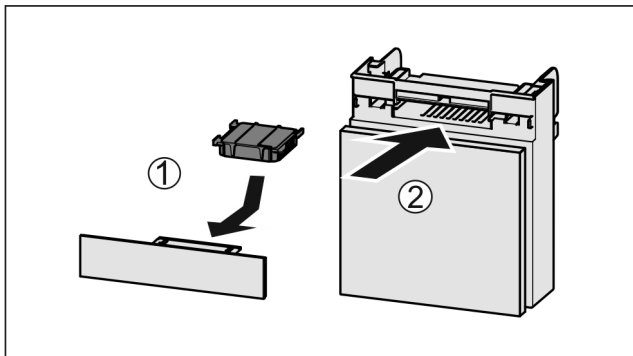

Fig. 165
- ▶ Установите фильтр с активированным углем, как показано на рисунке Fig. 165 (1).
- ▶ Вставьте отделение Fig. 165 (2).